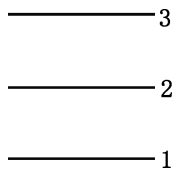

图 15-25 偏移直线
(1) 单击“默认”选项卡“绘图”面板中的“直线”按钮, 以坐标点 (20,20), (22,20) 绘制水平直线 1。
(2) 单击“默认”选项卡“修改”面板中的“偏移”按钮, 将直线 1 分别向上偏移 1 和 2, 得到直线 2 和直线 3, 如图 15-25 所示。